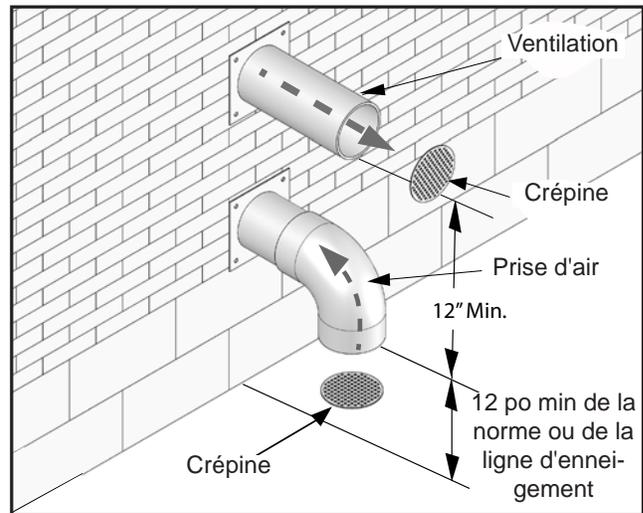

Figure 10. Terminaison murale
1. Le circuit doit se terminer par un tronçon rectiligne de conduit, un coude ou une des terminaisons d'évacuation approuvées indiquées dans le présent manuel. Quelle que soit la terminaison utilisée, la terminaison d'évacuation doit être orientée vers l'extérieur, loin du mur, comme indiqué dans la Figure 10. La terminaison d'évacuation ne doit pas être orientée vers le bas, sous peine de recirculation des gaz de combustion. Si la prise d'air de combustion est par conduit, elle doit se terminer par un coude orienté vers le bas.